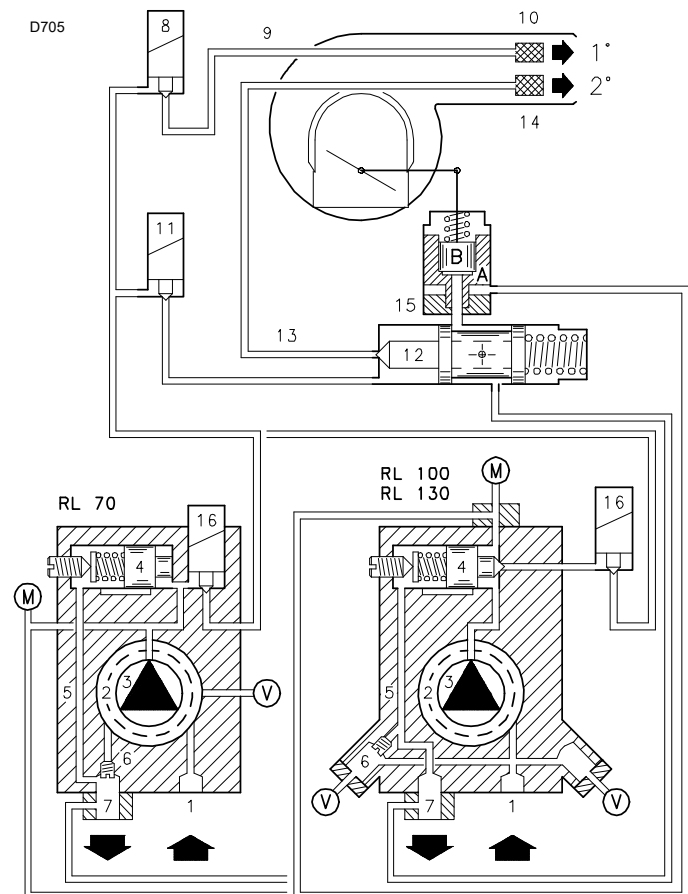

Рис. 24
8.2.1 Запуск горелки (Рис. 23) - (Рис. 24)